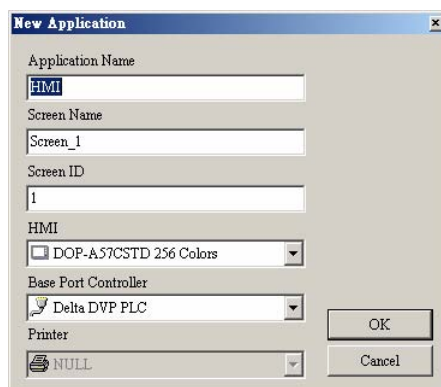
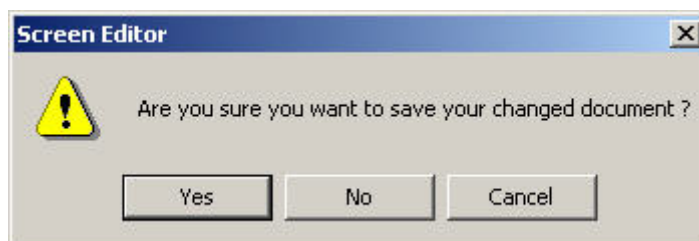
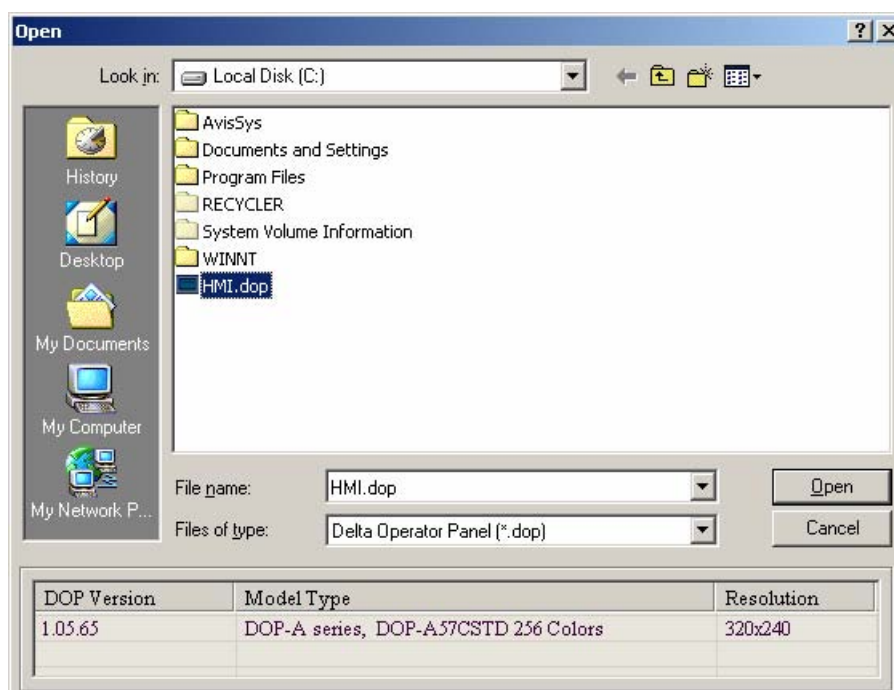

Рис. 2.3.4 Диалоговое окно создания новой прикладной программы
Рис. 2.3.5 Предложение сохранить текущий файл перед его закрытием
Рис. 2.3.9 Открытие старой прикладной программы
1. После выполнения предыдущего действия откроется диалоговое окно (Рис. 2.3.4), в котором будет предложено ввести имя прикладной программы (Application Name), имя первого экрана прикладной программы (Screen Name), номер первого экрана прикладной программы (Screen ID), выбрать модель вашей панели (HMI), модель контроллера (Base Port Controller) и модель принтера (Printer).
2. Если в момент создания новой прикладной программы в ScrEdit открыт какой-либо файл, то будет предложено его сохранить (Рис. 2.3.5). Нажмите кнопку **Yes** для сохранения и закрытия текущего файла. Нажав кнопку **No**, текущий файл будет закрыт без сохранения. Кнопка **Cancel** отменит действие по созданию новой прикладной программы. После нажатия кнопок **Yes** или **No** откроется диалоговое окно (Рис. 2.3.4).
1. Если в момент открытия файла прикладной программы в ScrEdit открыт какой-либо файл, то будет предложено его сохранить (Рис. 2.3.5). Если в момент открытия файла прикладной программы в ScrEdit нет открытых файлов, то сразу откроется диалоговое окно выбора открываемого файла (Рис. 2.3.9).